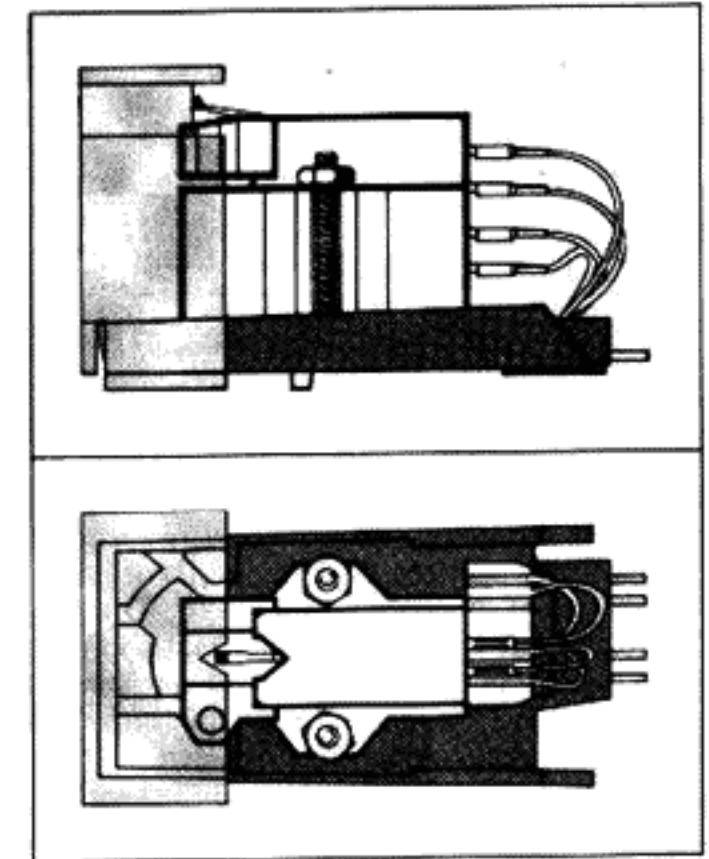

Fig. 15
1. Den Systemträger (6) können Sie vom Tonarm lösen, indem Sie den Tonarmgriff (4) nach hinten drücken. Halten Sie dabei den Systemträger fest, da er nach Öffnen der Verriegelung herunterfällt.
2. Befestigen Sie das Tonabnehmersystem unter Verwendung des dem Tonabnehmersystem beigelegten Zubehörs auf dem Systemträger. Zu beachten ist, daß sich die Abtastnadelspitze – von oben betrachtet – mit der V-förmigen Aussparung der Systemlehre deckt (Fig. 15).
1. Vous pouvez retirer le porte-cellule (6) du bras en repoussant la poignée (4) du bras vers l'arrière. Maintenez en même temps le porte-cellule qui tombe après ouverture du verrouillage.
2. Fixez la cellule sur le porte-cellule en utilisant les accessoires joints à la cellule. Vérifiez que la pointe de lecture - vue de haut - se superpose à l'encoche en forme de V du gabarit de la cellule (Fig. 15).
1. Detach the cartridge holder (6) from the tonearm by pressing the tonearm lift (4) backward, while holding the cartridge holder with your hand to prevent its falling down when the lock is released.
2. Using the hardware provided, mount the cartridge on the cartridge holder. Make sure that the V-shaped recess of the stylus tip - as seen from above - covers the cartridge gauge (Fig. 15).